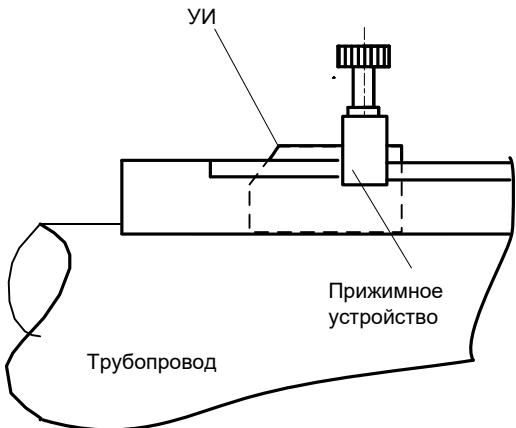

рис. 2
11.3.3. На рабочую поверхность излучателя УИ1(+V) нанести слой смазки толщиной  $0,5\div1,5$  мм и вставить его в установочный профиль, при этом стрелка на излучателе должна совпадать с направлением движения потока жидкости и излучатель УИ1(+V) должен быть выше по течению, чем излучатель УИ2(-V). Излучатель плотно прижать рукой к предварительно зачищенной поверхности трубопровода и немного подвигать вперед-назад, чтобы раздавить слой смазки. Затем излучатель прижать к поверхности трубопровода прижимным устройством (см. рис. 2) так, чтобы верхний скос крышки был напротив риски на трубе.